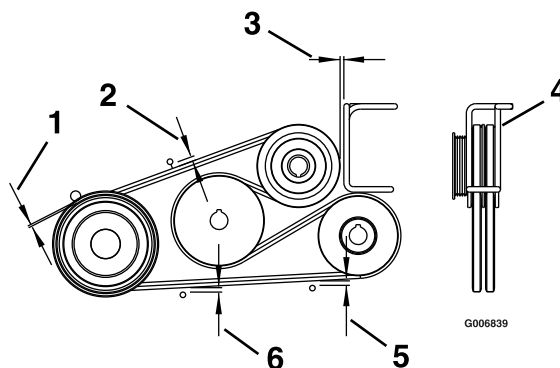

**Figure 58**
6. Acheminez la courroie neuve sur les poulies comme montré sur l'autocollant situé au dos de la protection d'entraînement gauche (Figure 58).